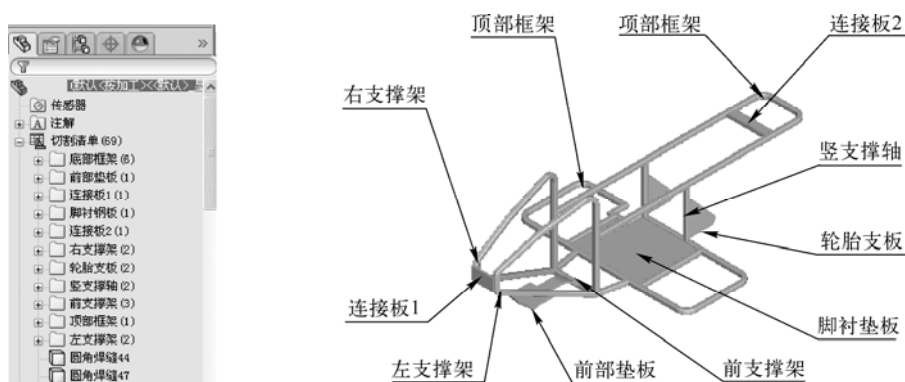

图 4-100 调整切割清单项目并对所有项目进行重命名
STEP 13 通过相同操作将其他构件部分进行分组（调整到单独的项目中），并进行重命名，如图 4-100 所示，与其对应的构件位置如图 4-100 右图所示（然后将文件保存）。